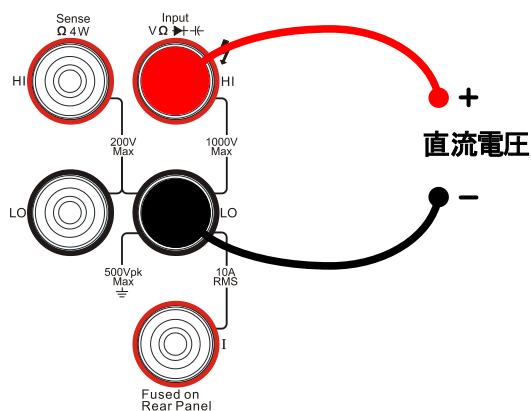

図 2-4 結線図
1. 図 2-4 のように付属の赤色テストリード線を「Input HI」端子に、黒色テストリード線を「Input LO」端子に接続します。